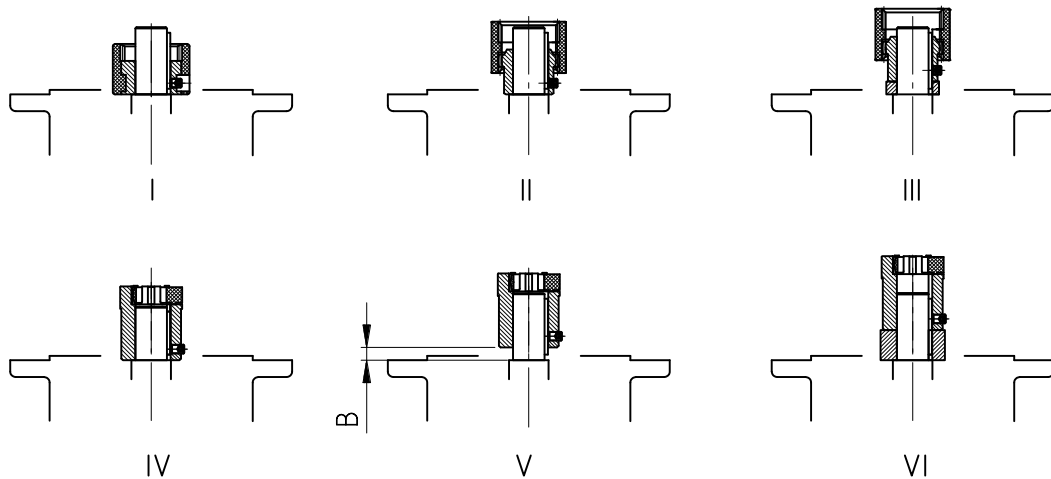

Bild 3-13: Montage der Kupplung auf die Motorwelle bei verschiedenen Kupplungsbauarten
3. Die Kupplungshülse auf die Motorwelle gemäß Angaben des Motorherstellers bis zum Anschlag an den Bund aufziehen. Eventuell sind beiliegende Distanzbuchsen bei den Motorbaugrößen 90, 160, 180 und 225 zwischen Kupplungshülse und Bund zu legen. Bei Standard-Stirnradgetrieben ist das Maß B zwischen Kupplungshülse und Bund zu beachten (siehe Bild 3-13). Bei einigen **NEMA-Adaptern** ist die Position der Kupplung gemäß der Angabe auf dem angebrachten Klebeschild einzustellen.
6. Den Motor an IEC-Adapter / NEMA-Adapter montieren, hierbei den beiliegenden Zahnkranz bzw. die beiliegende Zahnhülse nicht vergessen. (siehe Bild 3-13)